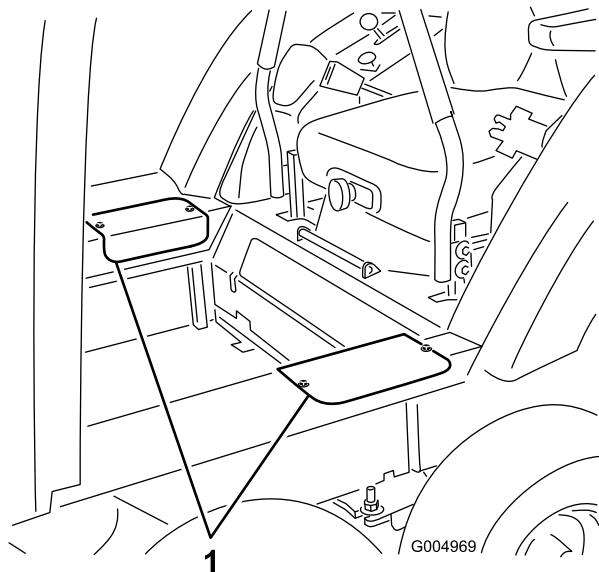

図 74
- 各サイドアクセスカバーを固定しているねじ左右それぞれ2本を取ってカバーを外す図74。